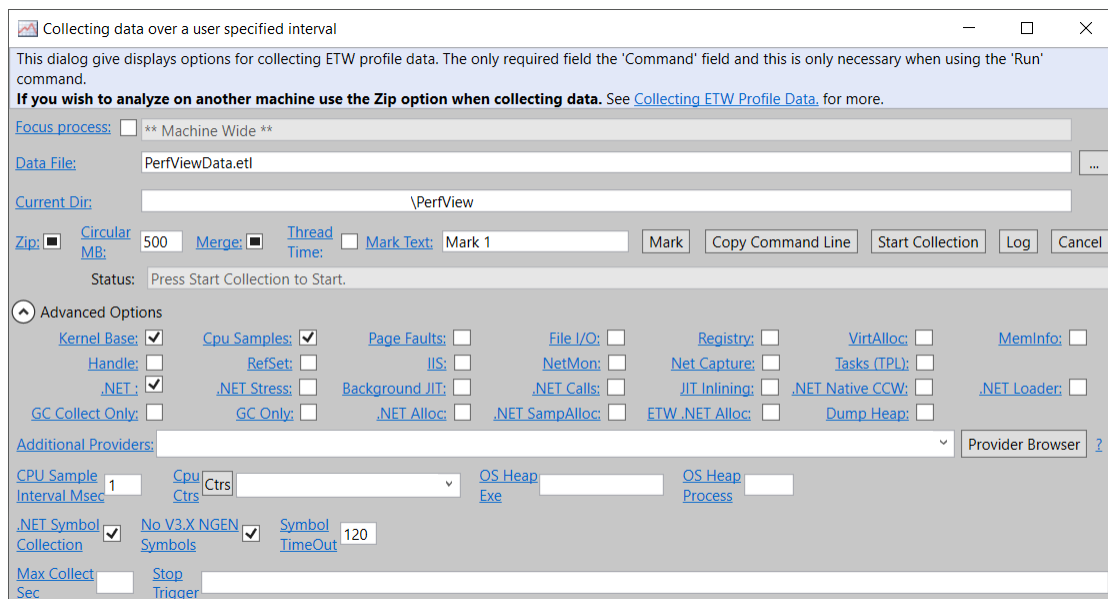

Рис. 2 Запуск утилиты PerfView
5. Раскройте раздел дополнительных настроек «Advanced Options» с помощью символа , см. Рис. 2;